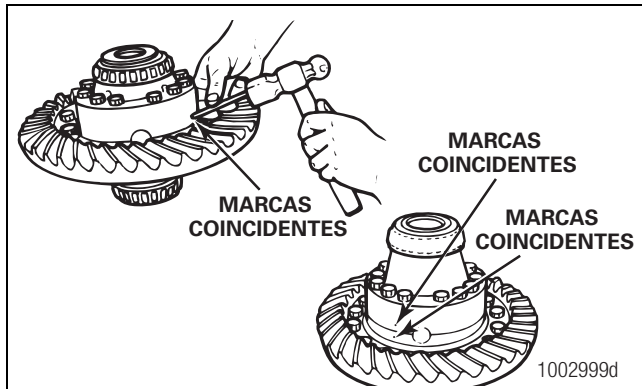

Figura 3.17
1. Si las marcas de coincidencia de las mitades de la caja del conjunto del diferencial no son visibles, marque cada mitad de la caja con un punzón de centrar y un martillo. Figura 3.17.